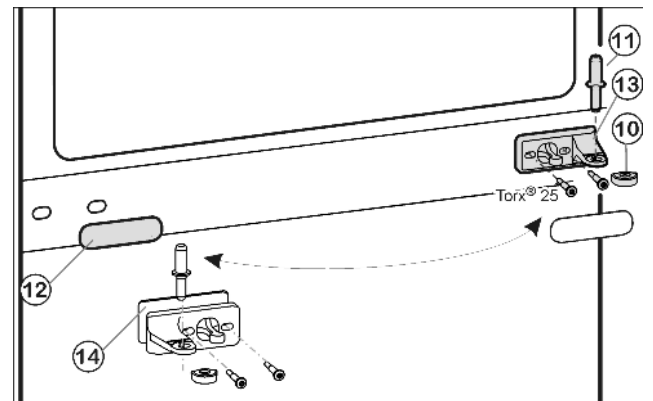
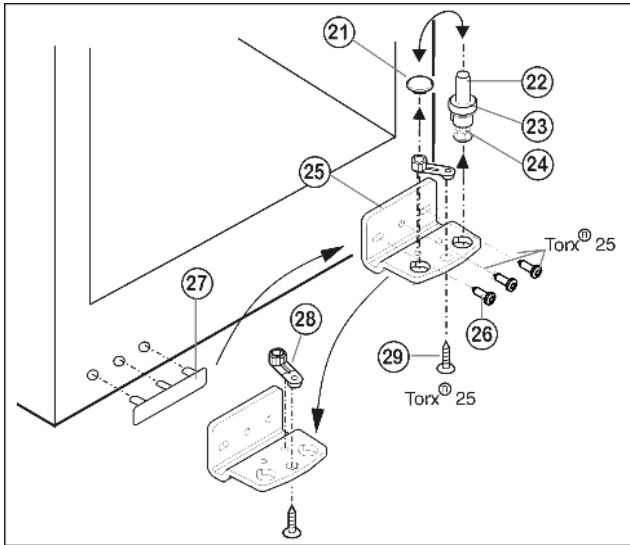

Fig. 5
Fig. 6
- ▶ Middelste lagerbout Fig. 5 (11) uit de lagerbus en de onderste deur uittrekken.
- ▶ Kunststof kapje Fig. 5 (10) afnemen.
- ▶ Middelste lagerbus Fig. 5 (13) losschroeven (2 maal Torx® 25).
- ▶ Afdekplaat Fig. 5 (12) voorzichtig afhalen.
- ▶ Middelste lagerbus Fig. 5 (13) met onderlegschiifje Fig. 5 (14) 180° gedraaid aan de nieuwe scharnierkant goed (met 4 Nm) vastschroeven.
- ▶ Afdekplaat *Fig. 5 (12)* 180° gedraaid aan de nieuwe greepzijde weer vastklikken.
- ▶ Lagerbout *Fig. 6 (22)* compleet met schijfje *Fig. 6 (23)* en stelootje *Fig. 6 (24)* naar boven eruit trekken.
- ▶ Stop *Fig. 6 (21)* eraf halen.
- ▶ Lagerbus *Fig. 6 (25)* losschroeven *Fig. 6 (26)*.
- ▶ Lagerdeel *Fig. 6 (28)* losschroeven *Fig. 6 (29)* en in het tegenoverliggende opnamegat van de lagerbus omzetten en weer vastschroeven.
- ▶ Afdekking aan de greepzijde *Fig. 6 (27)* voorzichtig optillen en op de tegenoverliggende zijde plaatsen.
- ▶ Lagerbus *Fig. 6 (25)* aan de nieuwe scharnierzijde evt. met behulp van een accuschroevendraaier weer **goed (met 4 Nm)** vastschroeven.
- ▶ Stop *Fig. 6 (21)* weer in het andere gat aanbrengen.
- ▶ Lagerbout *Fig. 6 (22)* compleet met schijfje en stelootje weer aanbrengen. Er daarbij erop letten, dat de sluitnok naar achter wijst.
- ▶ Plaats de onderste deur van boven op de onderste lagerbout *Fig. 6 (22)*.
- ▶ Het kunststof kapje *Fig. 5 (10)* weer op de middelste lagerbus *Fig. 5 (13)* zetten.
- ▶ Middelste lagerbout *Fig. 5 (11)* op de nieuwe scharnierzijde in de onderste deur plaatsen door de middelste lagerbus *Fig. 5 (13)*.
- ▶ Bovenste deur op de middelste lagerbout *Fig. 5 (11)* zetten.
- ▶ De deuren eventueel via de beide langgaten in de onderste lagerbus *Fig. 6 (25)* en middelste lagerbus *Fig. 5 (13)* ten opzichte van de kast uitlijnen. Eerst de middelste schroef in de onderste lagerbus *Fig. 6 (25)* uitdraaien.